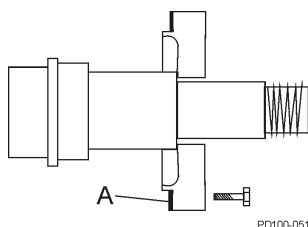

Figura 43 - Retire el sellador del retenedor
4. Retire el sellador de silicona (Figura 43, artículo A) del retenedor del rodamiento y la caja de engranajes.